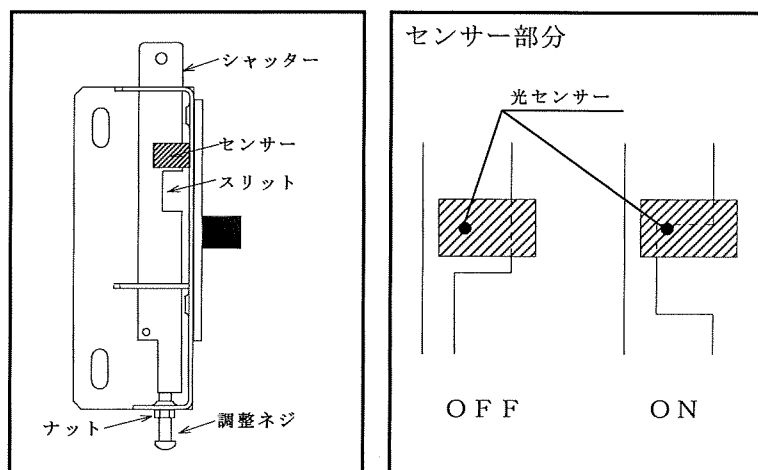

図 3. 3 - 1 ペダルユニット各部の名称とセンサーON/OFF
- (1)ペダルユニットを一旦取り外す、この時ワイヤークランプは外さない。
- (2)ユニットのナットを緩め、図 3. 3 - 1 のON状態になるまで調整ネジを締める。
- (3)ペダルユニットを取り付ける。